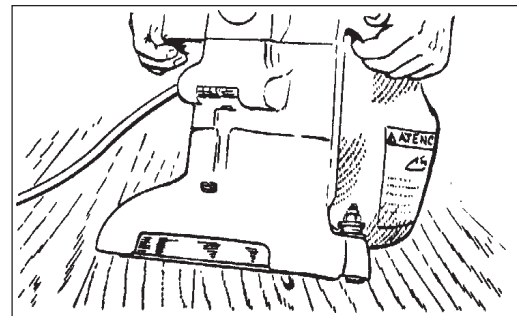

Figure 2
2. Retourner la machine en position verticale et pencher la machine en arrière sur les roulettes jusqu'à ce qu'elle vienne reposer sur le support de l'évacuation. La machine se trouvera en position basculée. Ne pas laisser la machine reposer sur le patin, surtout après utilisation, sinon une déformation sous pression risque de se produire dans l'élastomère du patin. Cela créera un endroit plat et un rebond pendant l'utilisation (Figure 2).
3. La machine étant en position basculée, saisir fermement les deux poignées et mettre le commutateur de commande sur "ON" (Figure 2).